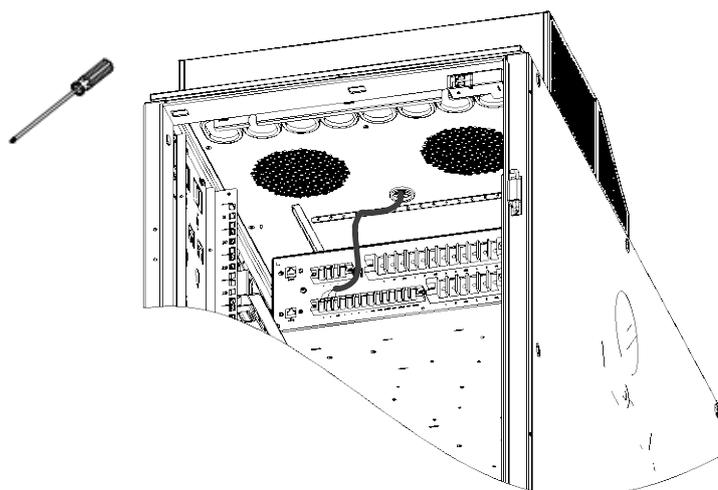

図 2-14 ECO モジュールのケーブルを接続
- 3) PMU 背面端子台の FAN 部分にある「+」「-」「SS」のピンにファン用ケーブルを接続する(図 2-14 参照)。ケーブルは結束する。